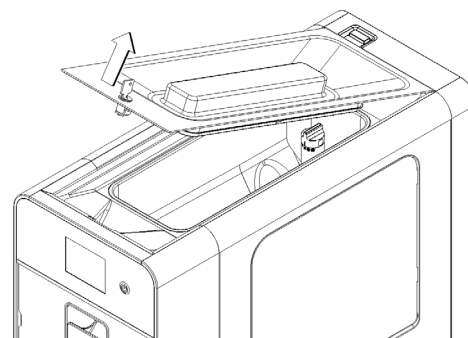

figure 16
**1** Enlever le couvercle supérieur. (voir figure 16)